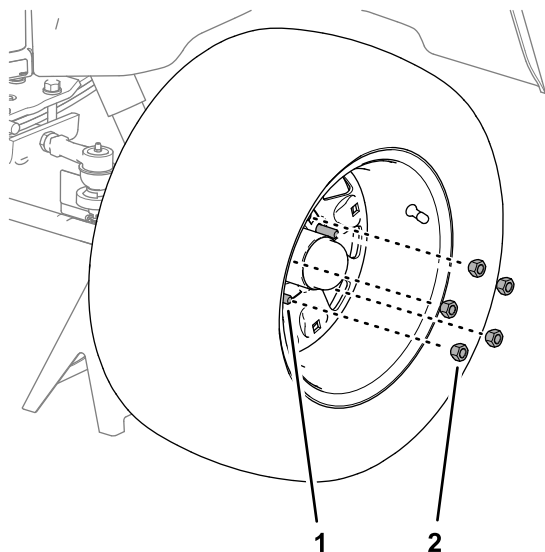

図 12
1. ホイールの穴をホイールハブのスタッドに合わせる (図 12)。
2. ホイールナット5個を使ってホイールをスタッドに取り付け、手締めする(図 12)。